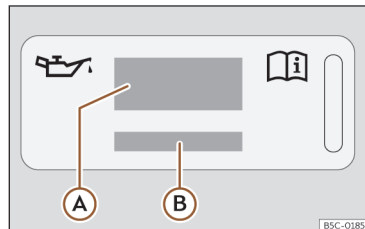
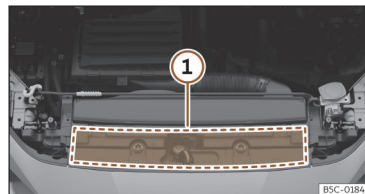

Fig. 226 No compartimento do motor: etiqueta de óleo do motor
Fig. 227 No compartimento do motor: zona de localização da etiqueta de óleo do motor
Legenda da >>> **Fig. 226:**
Se tiver de adicionar óleo do motor, utilize um dos óleos indicados na etiqueta >>> **Fig. 226**. A etiqueta com a norma prescrita encontra-se na parte da frente do compartimento do motor >>> **Fig. 227** ①. Se utilizar o óleo do motor recomendado, é possível corrigir o nível do enchimento tantas vezes quantas forem necessárias.
- Se faltar a etiqueta com a especificação do óleo do motor >>> **Fig. 226**, contacte uma oficina especializada.